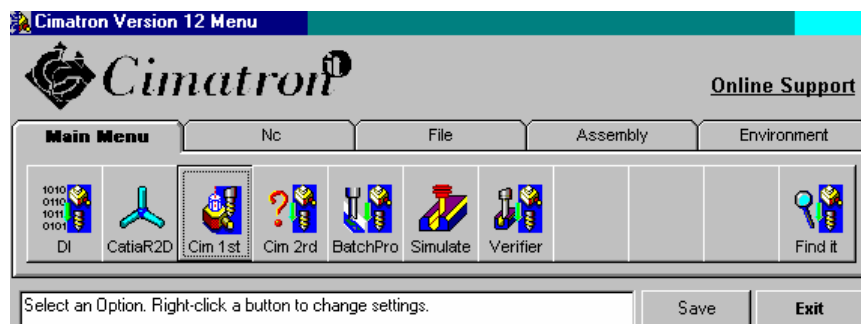

Рисунок 2 – Главное меню
1.2.2. Появляется главное меню, где нажимаем кнопку **Cim 1 st** левой кнопкой мыши (рисунок 2).